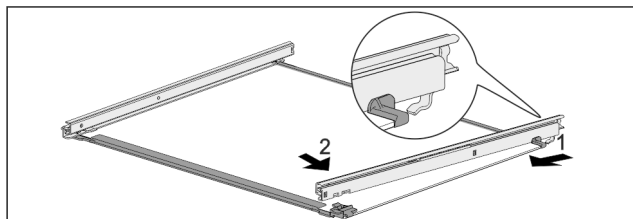

Fig. 125 Стеклянная пластина с направляющими
- ▶ Зацепите направляющую сзади. Fig. 125 (1)
- ▶ Защелкните направляющую спереди. Fig. 125 (2)